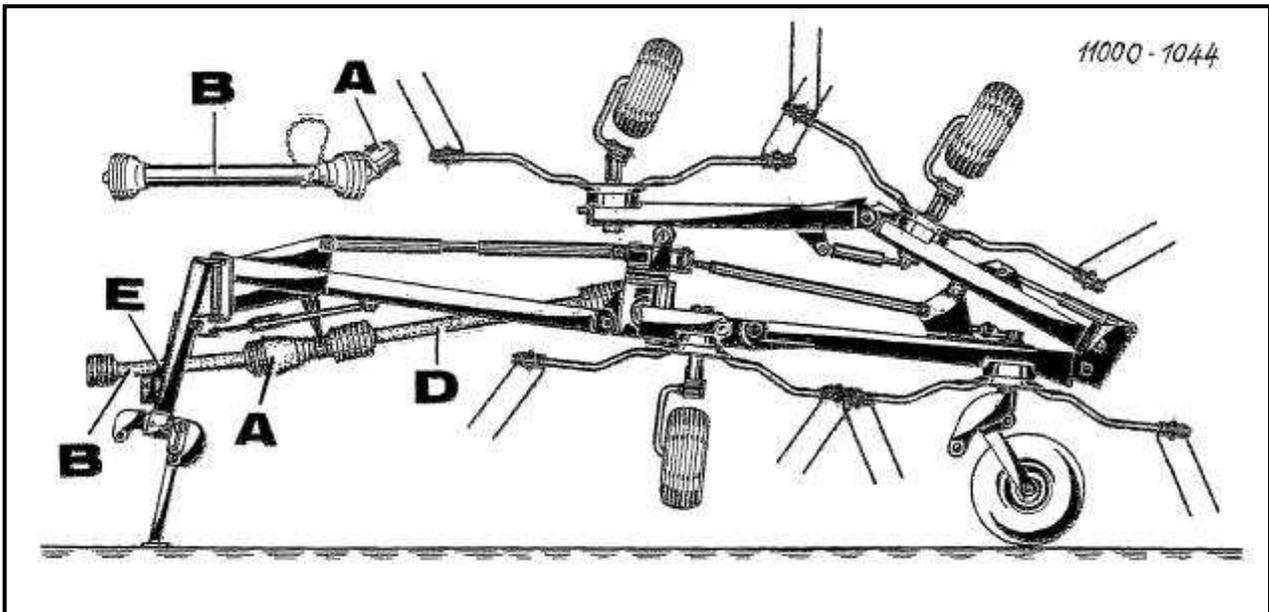

Abbildung 11
Die beigelegte Gelenkwelle verbindet den Traktor mit dem Rotorzettwender (Abb. 11, Pos. B).
5. Rotorzettwender mit der Dreipunkthydraulik auf ca. 50 cm anheben (siehe Abb. 11, Pos. N). Hierbei wird die grobe Zinkeneinstellung zum Boden erreicht.